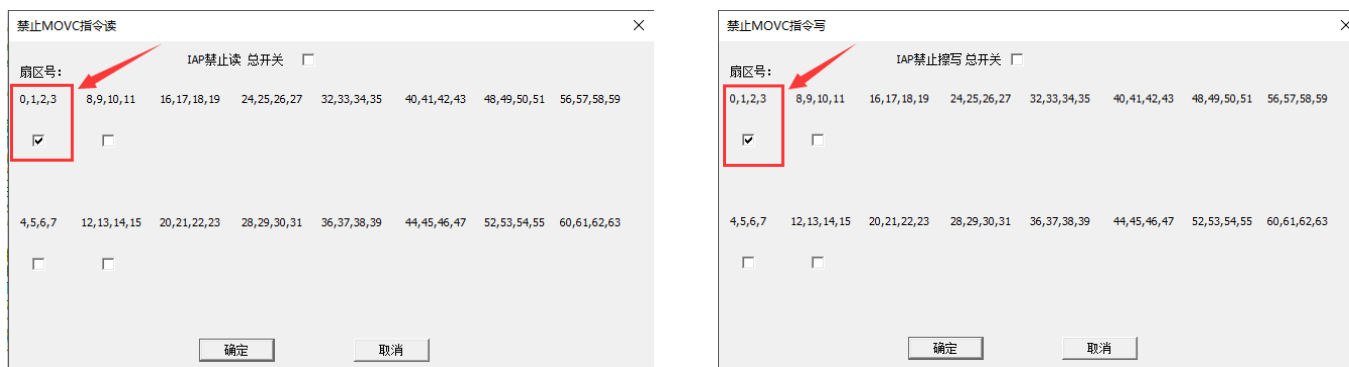

图 2-5
- 5、根据需求勾选相应的扇区后点击确定。(如图 2-5)
KEIL 编译后会生成编译字节大小，以 HC89S003F4 的“Flash 做类 EEPROM 读写”范例为例，本例程编译的字节为 585 个（如图 2-9），由于 HC89S003F4 以 4K 字节为保护为单位，所以在勾选时勾选 0、1、2、3 页（如图 2-5 和图 2-8）。部分 MCU 以 1K 字节为保护单位，用户根据需求选择即可。